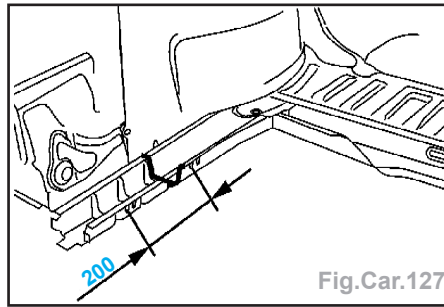

Fig.Car.127
- Contrôler la cote de 200 mm (Fig.Car.127).